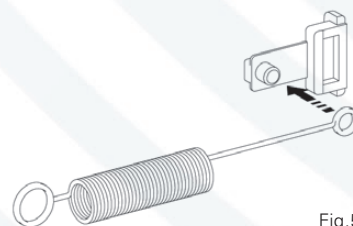

Fig.5
- Infilare l'occhiello piccolo, con gambo lungo, della molla sul perno del tappo (su ambedue i componenti) (fig. 5).